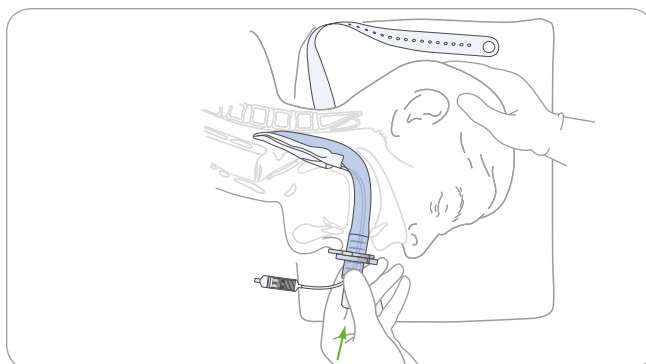

Рис. 12. Продвигайте устройство к гортаноглотке до тех пор, пока не почувствуете сопротивление
11. Как только дистальный конец устройства достигнет верхнего пищеводного сфинктера, вы почувствуете легкое сопротивление. Теперь устройство полностью введено, как показано на **рис. 12**.